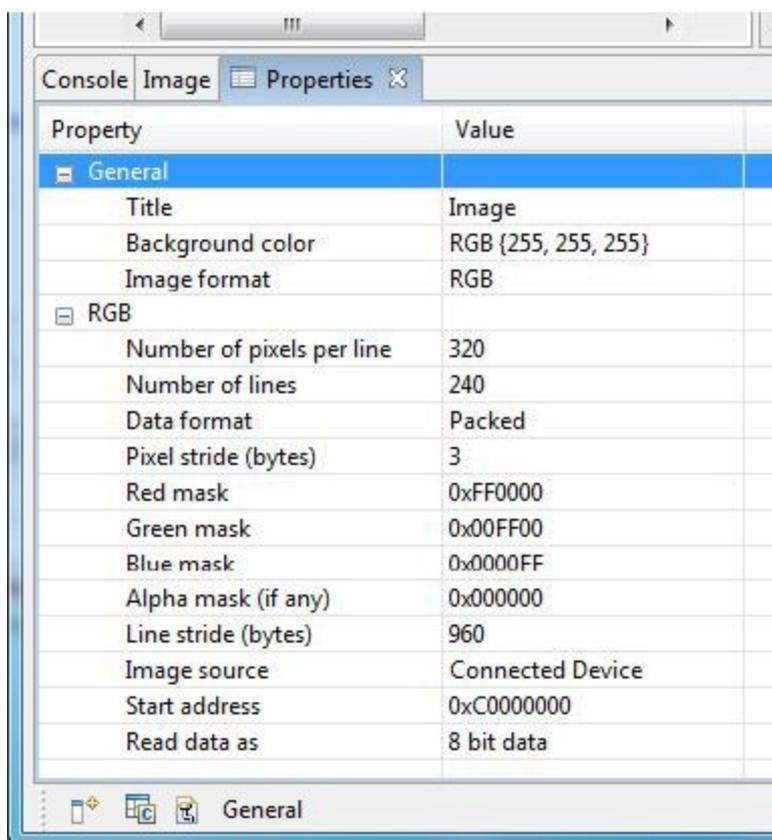

图 6-7-1
④键入与内存窗口中相同的起始地址，并将“Type-size（类型大小）”设置为 32 位；
⑤按下图 6-7-1 所示设置属性：